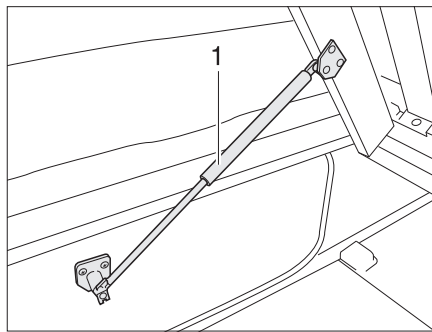

Fig. 56 Cama fija
- Levantar el somier. Los resortes por presión de gas (Fig. 56,1) retienen el somier en la posición abierta.